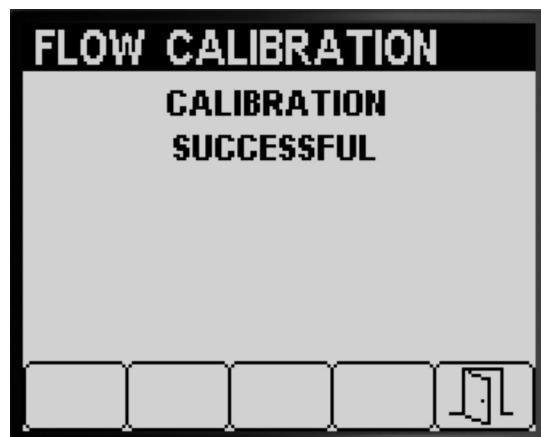
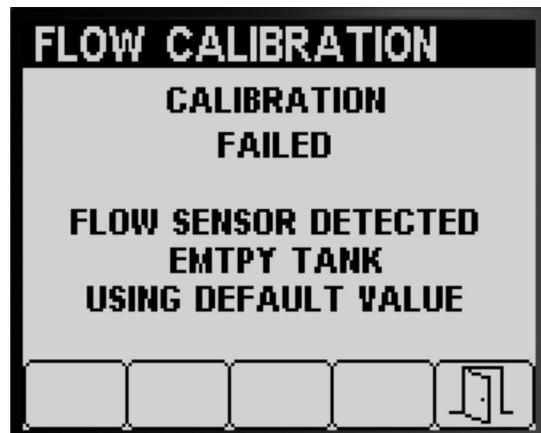
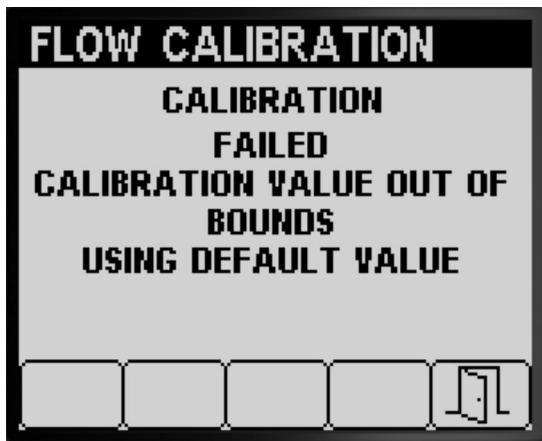

Figura 55
Figura 56
Figura 57
- Surge uma mensagem a confirmar que a calibração do fluxo foi bem-sucedida (Figura 55).
- Surge uma mensagem que indica que a calibração do fluxo falhou (Figura 56).
Se o valor da calibração estiver fora dos limites (Figura 57), contacte o seu representante de assistência autorizado Toro; caso contrário, reveja a mensagem de erro e repita os passos da calibração em Preparação do teste de recolha \(página 18\), Preparação da\(s\) secção\(ões\) do pulverizador para o teste de recolha \(página 19\) e Efetuação dos cálculos da calibração \(página 22\).
3. Prima o botão 5 para sair do ecrã Calibração da velocidade (Figura 55, Figura 56 e Figura 57).